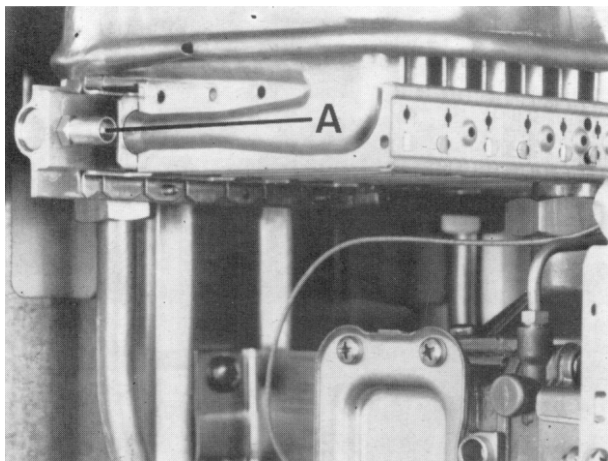

Figura 6
1. Regular el estrangulador (62) para un caudal mínimo de agua de 10 l/min, estando la válvula de toma de agua caliente totalmente abierta.
3. Quitar el tornillo de estanqueidad A (figura 6), y conectar el manómetro en U al racor para mediciones.